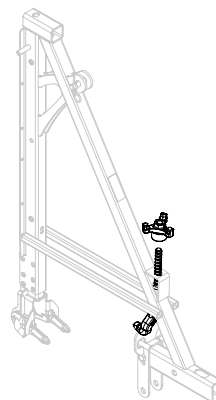

Fig. A3.21
3. Introduire le crochet double (1.2) dans le trou situé au-dessus. (Fig. A3.21)